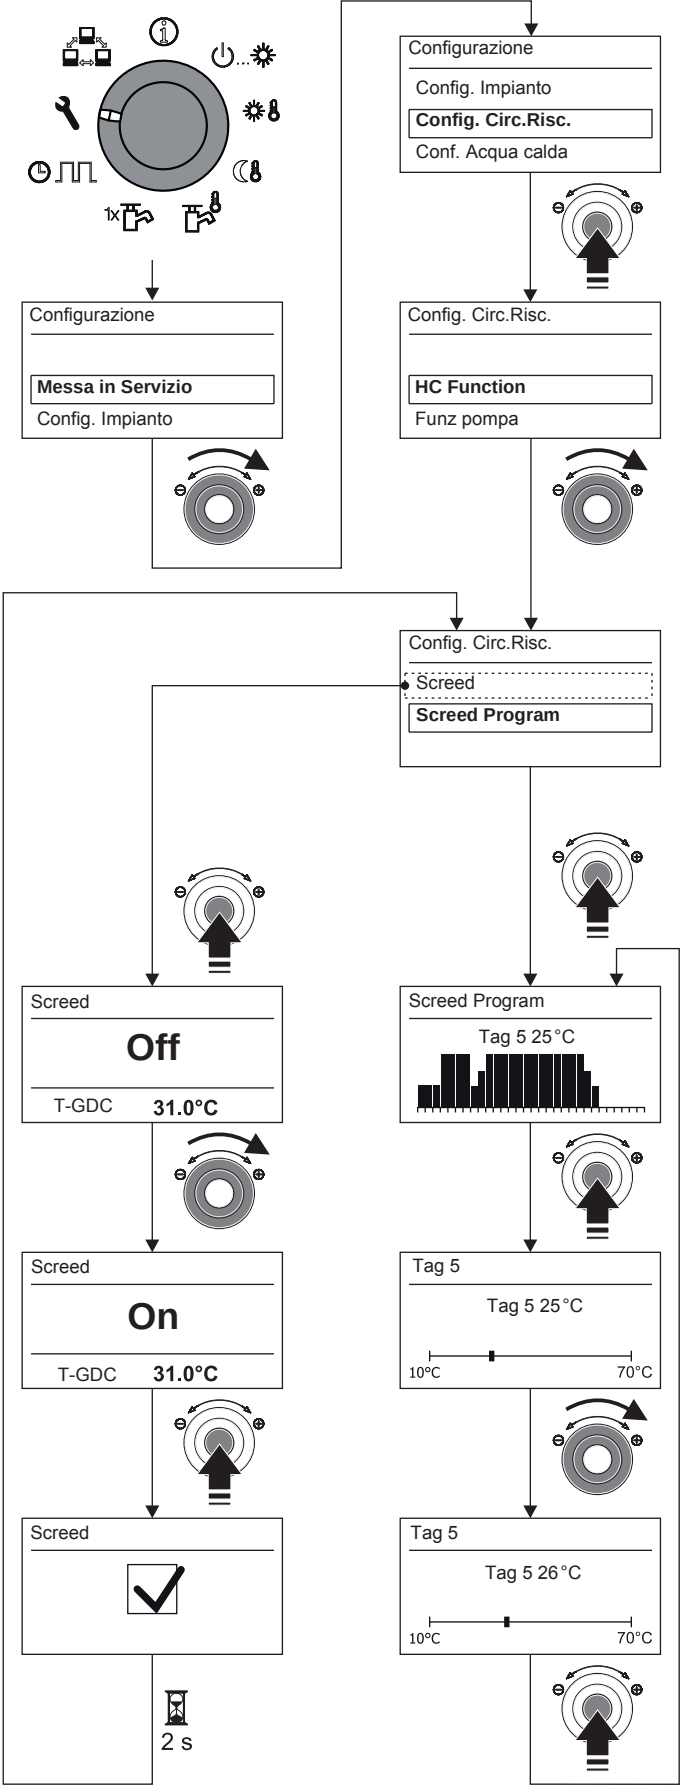

Figura 3-18 Impostazione del programma massetto
- Impostare la funzione Screed su "On" nei parametri impianto (v. anche figura 3-18).